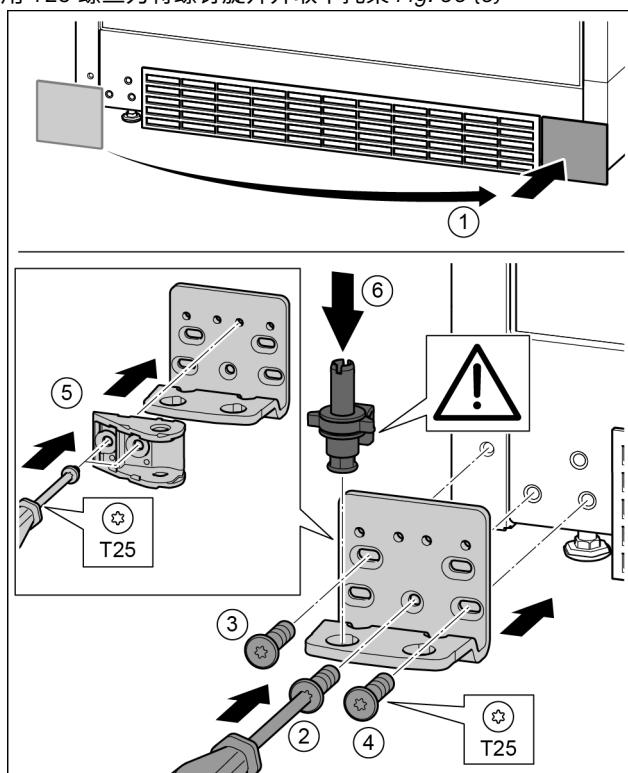

Fig. 31
- ▶ 取下盖板并安装至另一侧。Fig. 31 (1)
- ▶ 将托架安装到另一侧，并借助 T25 螺丝刀旋紧。用螺钉 2 从底部的中心开始。Fig. 31 (2)
- ▶ 拧紧螺钉 3 和 4。Fig. 31 (3, 4)
- ▶ 将关门阻尼器连接装置旋转 180°。用 T25 螺丝刀拧紧托架的另一侧。Fig. 31 (5)
- ▶ 将轴承螺栓完全装入。同时注意止动凸轮需指向后方。Fig. 31 (6)